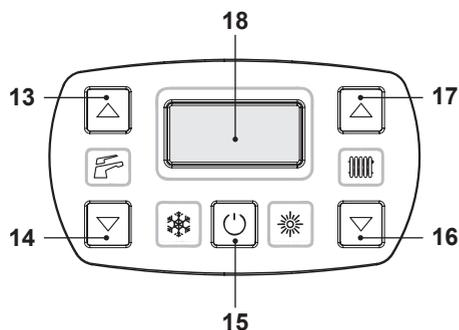
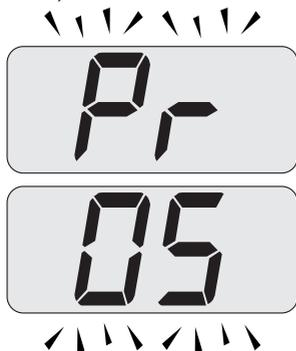

Figura 8.3
Figura 8.5
- Entrare in "modalità programmazione" premendo contemporaneamente per 10 secondi i tasti 15 - 16 - 17 (Figura 8.3) fino a far apparire sul display LCD le lettere **Pr** che si alternano con il codice **01**, indicanti l'entrata nel "parametro 01" (Figura 8.4).
- Premere contemporaneamente i tasti 15 e 17 (Figura 8.3) fino a far apparire sul display LCD il valore del parametro 05 (00=G20) (Figura 8.6).
- Scorrere i vari parametri utilizzando i tasti 16 o 17 fino a far apparire sul display LCD le lettere **Pr** che si alternano con il codice **05**, indicanti l'entrata nel "parametro 05" (Figura 8.5).
- Premendo il tasto 15 (Figura 8.3) si ottiene la conferma del valore inserito.
- Premendo contemporaneamente i tasti 15 e 16 (Figura 8.3) si esce senza modificare il valore (ritorno alla lista parametri Figura 8.5)
- Premendo contemporaneamente per 10 secondi i tasti 15 - 16 - 17 (Figura 8.3) si esce dalla "modalità programmazione".